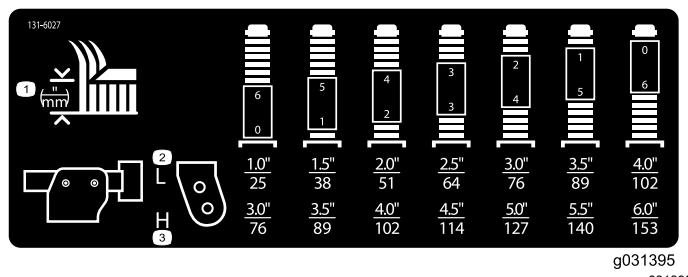

Figure 20
3. Placez les essieux des roues pivotantes dans les mêmes trous sur toutes les chapes ; voir le tableau pour déterminer les trous corrects pour la hauteur de coupe choisie (Figure 20).